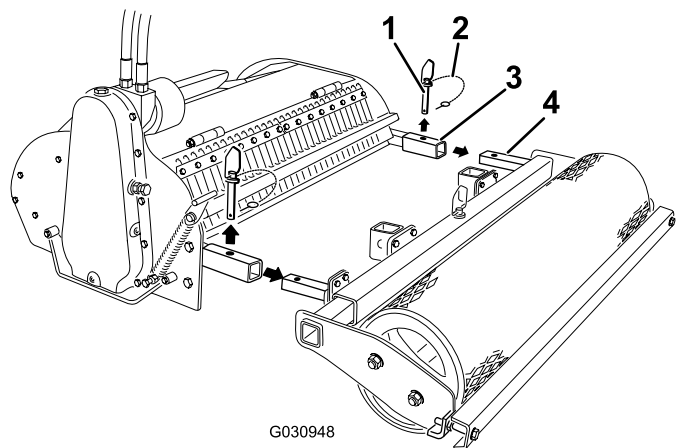

Figure 5
3. Enlevez les goupilles des bras du cultivateur (Figure 5).
4. Enlevez le rouleau du cultivateur (Figure 5).